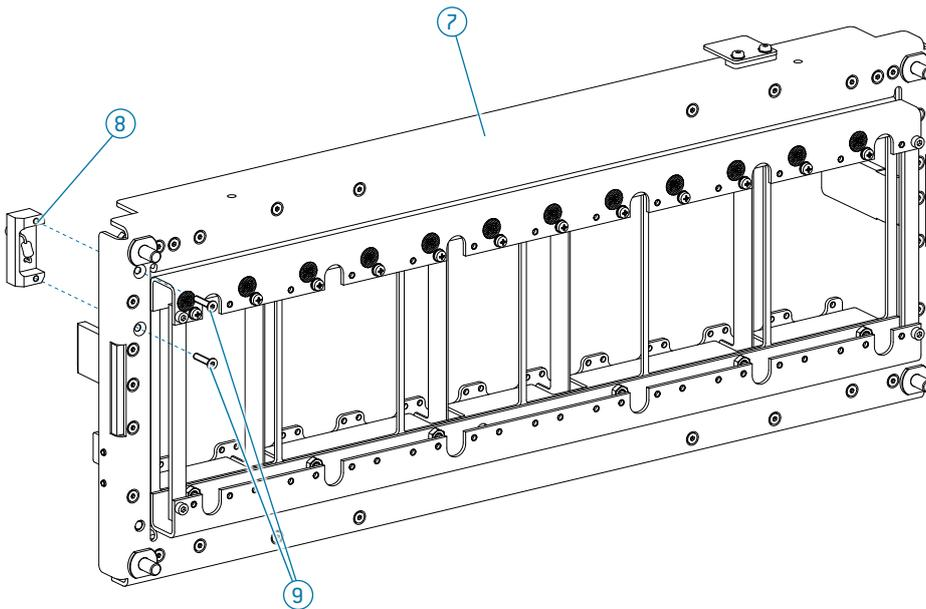

Abb. 142
- ▶ Löten Sie an der Widerstandskodierung ⑧ den von Ihnen gewünschten Widerstand und das Kabel an.
- ▶ Anschließend kann die Widerstandskodierung ⑧ an der wie in Abb. 142 ⑦ dargestellten Position an den Adapter herangeführt werden.